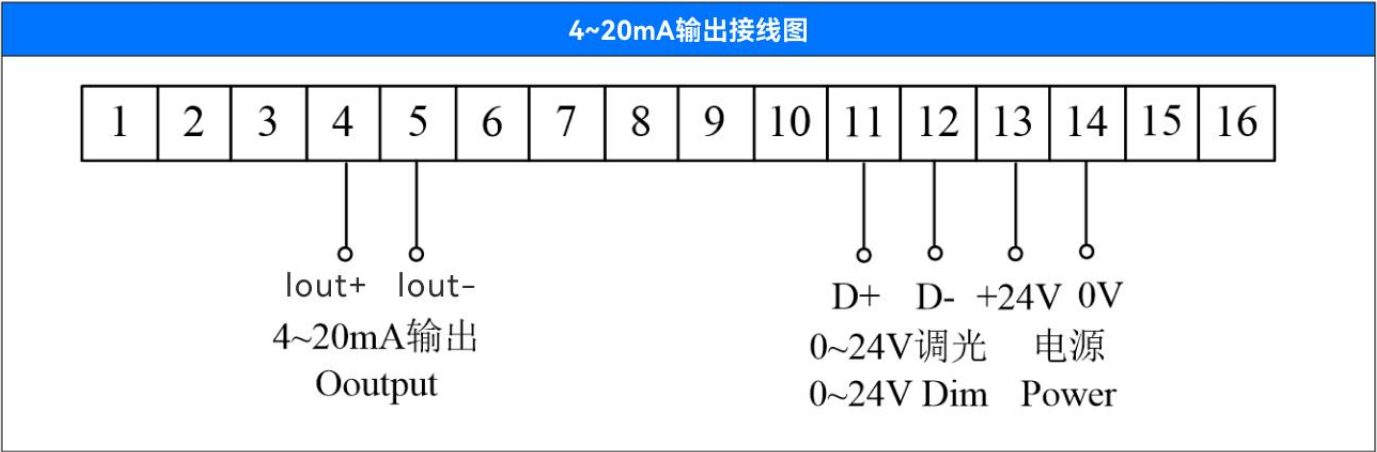

图2.7
5. 背光调节模式：手柄的薄膜采用冷光源设计，亮度可调节，调光模式包括电阻器调节（其中电阻器调光方式仅适配我司型号VDM-96调光器，阻值为2K Ω ）、0~24V电压调节、PWM，接线如图1.5和图2.4所示。对于0~24V调光信号，在0V时最暗，24V时最亮，注意调光信号和电源信号不可共用，否则会影响手柄信号输出，导致无法正常工作。接线图如图2.7所示：选用PWM调光接口信号，请咨询我方销售人员，由双方协商确定。